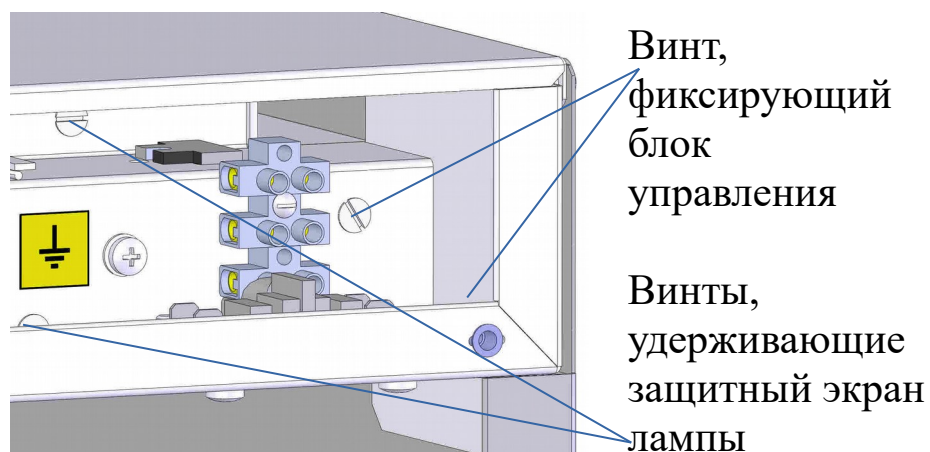

Рис.3
7.10 При необходимости замены лампы нужно снять с нее защитный экран, для чего нужно выкрутить 4 винта (по 2 с каждой стороны) (рис.3). Можно выдвинуть весь блок управления, для этого нужно выкрутить крайние винты (по 2 с каждой стороны), ослабить сетевой шнур и потянуть блок на себя (рис.3, 4).